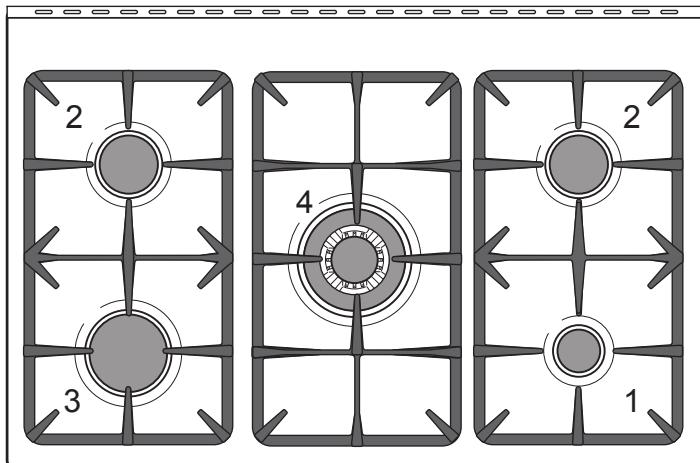

Afb. 3.3
- Verbind de fase- en aardingsdraden met het klemmenbord volgens het diagram in Afb. 3.3.